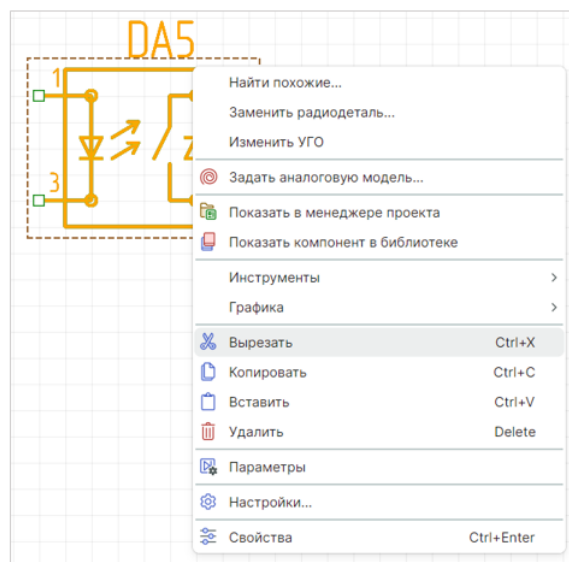

Рис. 207 Инструмент «Вырезать»
2. Вызовите контекстное меню и выберите пункт «Вырезать» или воспользуйтесь сочетанием клавиш «Ctrl+X», см. Рис. 207.